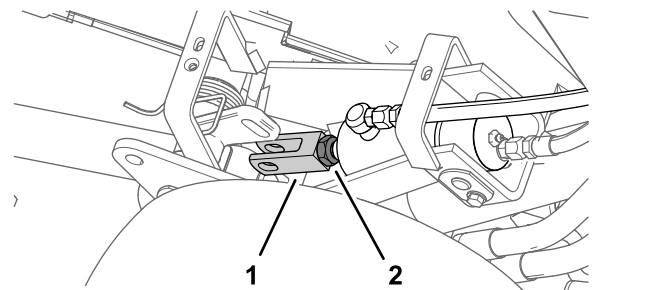

**Figura 52**
2. Retire los pernos que sujetan la cubierta del cilindro de elevación que está ajustando a los soportes de montaje del chasis (Figura 52).